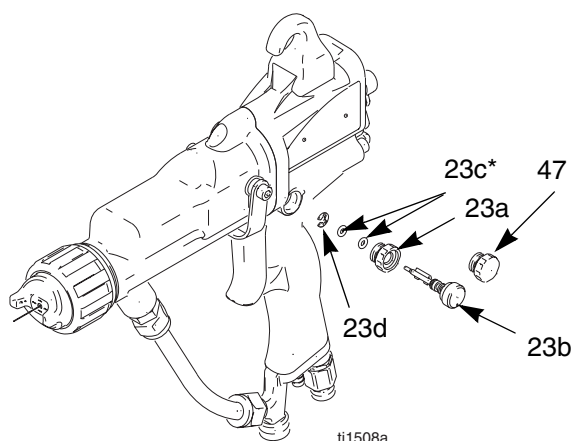

Fig. 22. Válvula de restricción aire de atomización
2. Desmonte la válvula reductora del aire de atomización (23). Inspeccione la junta tórica (23c*). Reemplácela si fuera necesario. Vea la Fig. 22.
3. Instale una nueva válvula reductora del aire de atomización (23), o desarme y reemplace las piezas individualmente. La protuberancia de la válvula debe estar orientada de forma que deje libre el eje de la válvula de aire (21).